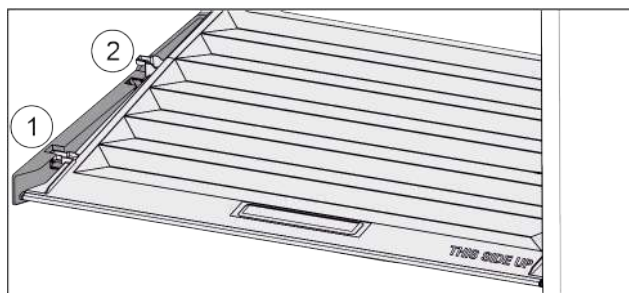

Fig. 36
- Потянуть крышку до отверстия в поддерживающих деталях вперед Fig. 36 (1).
- Поднять сзади снизу и извлечь Fig. 36 (2) движением вверх.